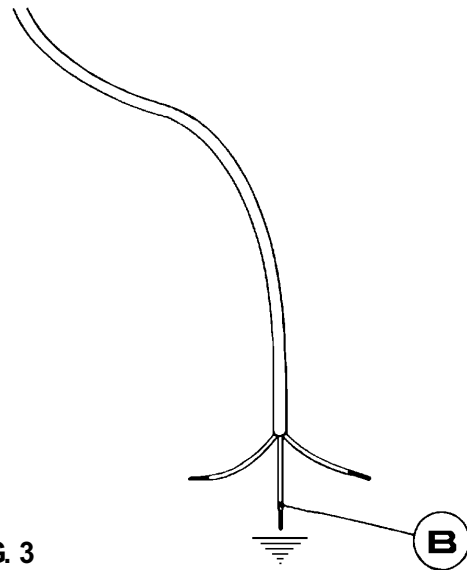

FIG. 3
En caso de sustitución del cable de alimentación, el instalador deberá tener el conductor de tierra más largo respecto a los conductores de fase (B), ver fig. 3.